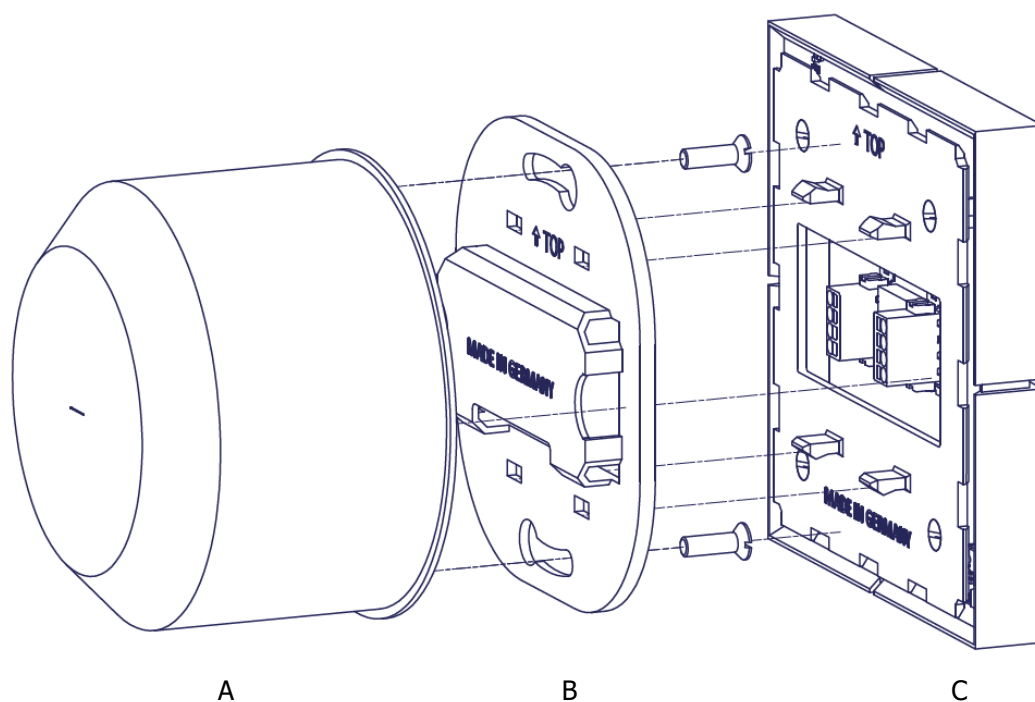

Bild 3/Image 3
1. Montieren Sie das Unterteil (Bild 3: B) des COMEXIO Motion auf einer Geräteeinbaudose (Bild 3: A).
4. Setzen Sie den COMEXIO Motion (Bild 3: C) in das Unterteil (Bild 3: B) ein, bis dieser fest einrastet.